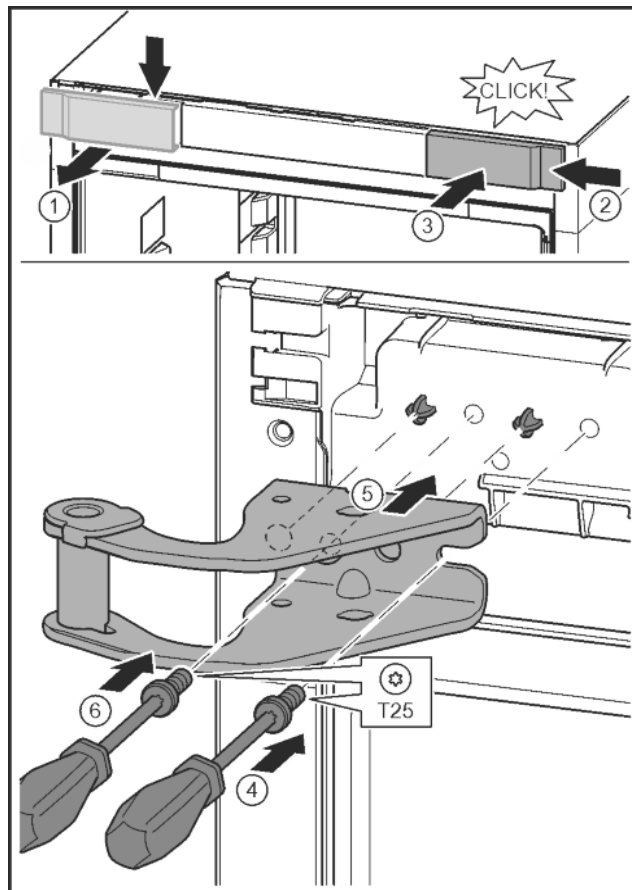

Fig. 14
- ▶ Kryt uvolněte a sejměte do strany. *Fig. 14 (1)*
- ▶ Kryt otočený o 180° zavěste na druhé straně zprava. *Fig. 14 (2)*
- ▶ Zaklapněte kryt. *Fig. 14 (3)*
- ▶ Šroubovákem T25 nasadte šrouby. *Fig. 14 (4)*
- ▶ Nasadte horní stojan ložiska. *Fig. 14 (5)*
- ▶ Utáhněte šroub. *Fig. 14 (4)*
- ▶ Šroubovákem T25 vložte šroub a utáhněte. *Fig. 14 (6)*